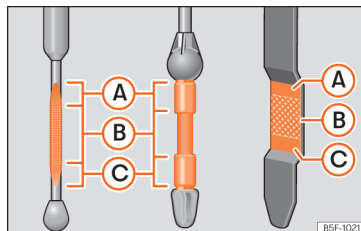

Abb. 212 Ölschab
»» **Abb. 212.** Füllen Sie gegebenenfalls Motoröl nach.
- Wenn der Ölstand mindestens den Bereich »» **Abb. 212 (B)** erreicht hat, vorsichtig den Deckel des Einfüllstutzens aufschrauben »» ⓘ.
Liegt der Ölstand über dem Bereich »» **Abb. 212 (A)**, starten Sie den Motor bitte nicht. Dies könnte zu einer Beschädigung des Motors und des Katalysators führen. Wenden Sie sich an einen Fachbetrieb.
Der Ölstand darf keinesfalls über dem Bereich »» **Abb. 212 (A)** stehen, andernfalls könnte Öl über die Entlüftung der Motorölwanne angesaugt werden und über die Abgasanlage in die Atmosphäre gelangen. »